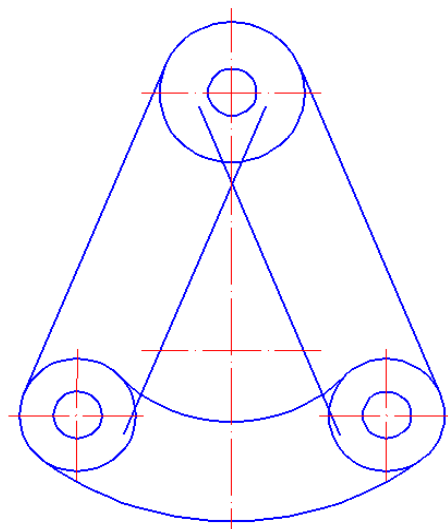

Рис. 78. Построение подобных объектов
3.11. Выполнить построение внутренней части чертежа с помощью операций **Редактирование** → **Смещение** (см. подр. 3.2.3) с отступом от двух касательных на расстояние 45 мм и от горизонтальной оси верхней окружности на 110 мм (см. рис. 78).